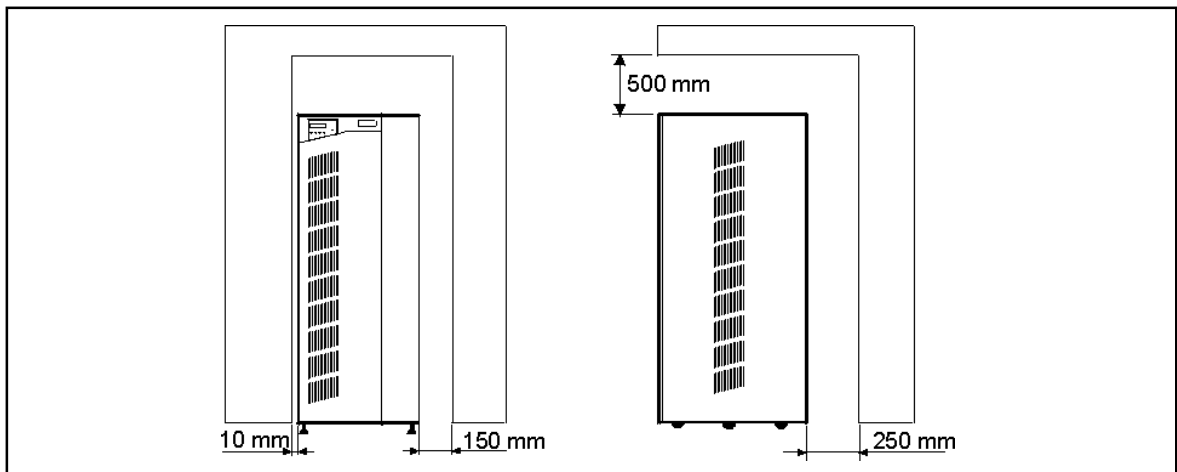

Figure 4a. Exigences d'espace et de ventilation pour l'onduleur 20 - 30 kVA.
- Veillez à bien respecter les exigences de ventilation et d'espace. En cours d'utilisation, il doit y avoir un dégagement de 10 mm sur le côté gauche et 150 mm sur le côté droit de l'onduleur 20-30 kVA ou 10 mm du côté droit de l'onduleur 40-80 kVA. Un dégagement de 250 mm est nécessaire à l'arrière de l'onduleur et 500 mm sur le dessus pour la ventilation, conformément aux figures 4a et 4b. Un dégagement de 1000 mm est requis à l'avant de l'onduleur pour les réparations.